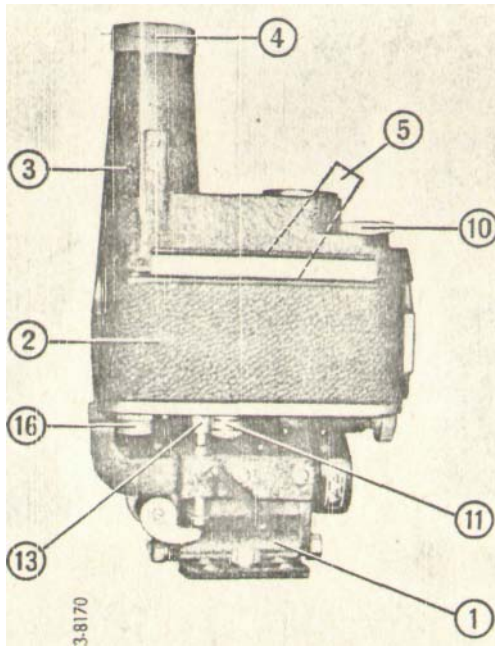

Bild 12 Einbauhalterung mit Kamera
5.6.3 Aufziehen des Zusatzfederwerkes (s. Bild 12)
5.6.6 Einsetzen der Kamera in die Einbauhalterung (s. Bild 12 bis 15)